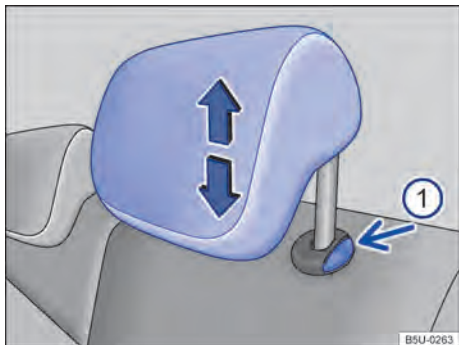

Fig. 61 Apoyacabezas trasero: ajustar.
- Empujar el apoyacabezas hacia arriba en el sentido de la flecha → fig. 61 (A) o con la tecla → fig. 61 (B) presionada, empujar hacia abajo → ⚠ en *Introducción al tema* de la pág. 69.